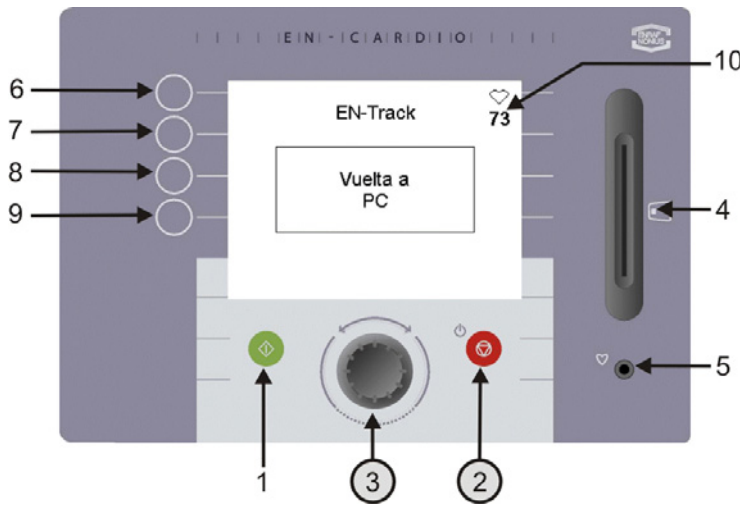

Fig. 19 Volviendo al PC
5. Cuando todos los ejercicios han sido realizados, EN-Track le enviará a su PC. (Fig. 19)